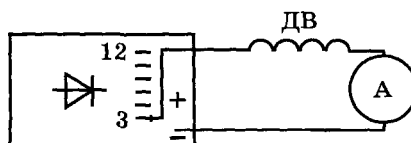

Рис. 26
2. Соберите электрическую цепь по схеме (рис. 26).